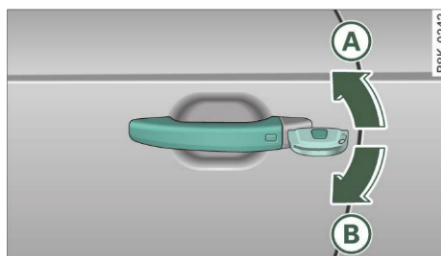

Fig. 26 Portiera șoferului: încuietoearea
- Pentru a descuria portiera șoferului, rotiți cheia în poziție de deschidere (A) ⇒ fig. 26.
- Pentru a încuia portiera șoferului, aduceți maneta selectorului de viteze în poziția P (transmisie automată) și rotiți cheia **o dată** în poziție de închidere (B) ⇒ ⚠.
- Rotiți cheia încă o dată **în interval de 2 secunde** în poziție de încuiere (B), pentru a încuia autovehiculul fără a se activa siguranța antifurt*.